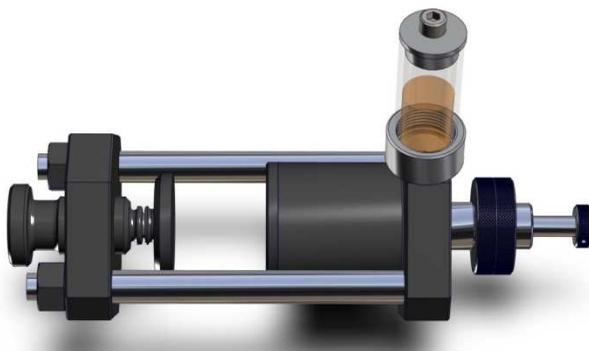

Рисунок 5.4.2
2. Осторожно поднимите стержень циферблатного индикатора на приставке определения деформации по ПГС (Рисунок 5.4.1) и поместите образец смеси между основанием и ножкой индикатора (см. Рисунок 5.4.2). Осторожно опустите стержень циферблатного индикатора до тех пор, пока ножка не коснется верхней поверхности образца.
3. Поверните барашек на циферблатном индикаторе, выравнивая стрелку по отметке ноль (Рисунок 5.4.2).
8. Считайте изменение длины образца на шкале циферблата (см. Рисунок 5.4.2).